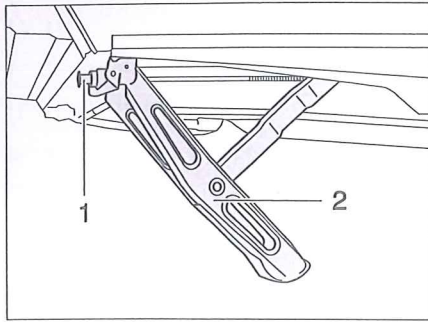

Bild 15 Vevstöd nedvevat
- Sätt den medföljande handveven mot sexkanten (Bild 15,1) på vevstödet (Bild 15,2).